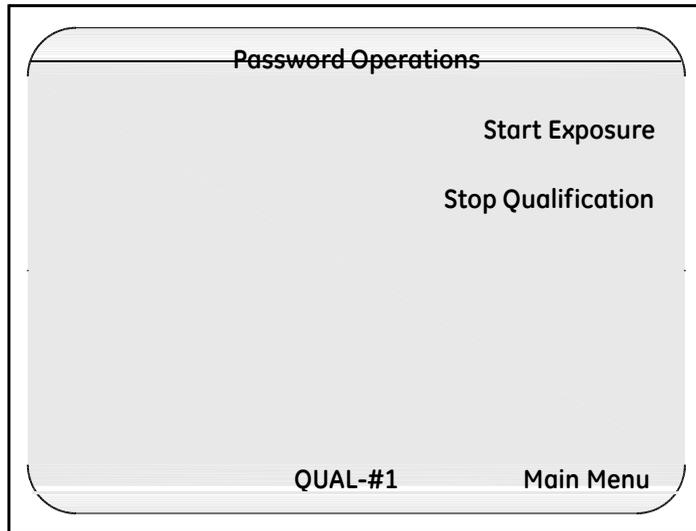

图 74: 密码操作界面
**Password Operations** 密码操作 界面显示,如图 74 所示.